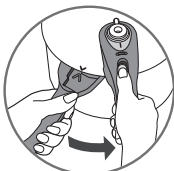

fig. 2
- Une main tenant la poignée longue de cuve (L), tournez avec l'autre main la poignée longue de couvercle (F) dans le sens inverse des aiguilles d'une montre, jusqu'à ouverture - fig. 2 .